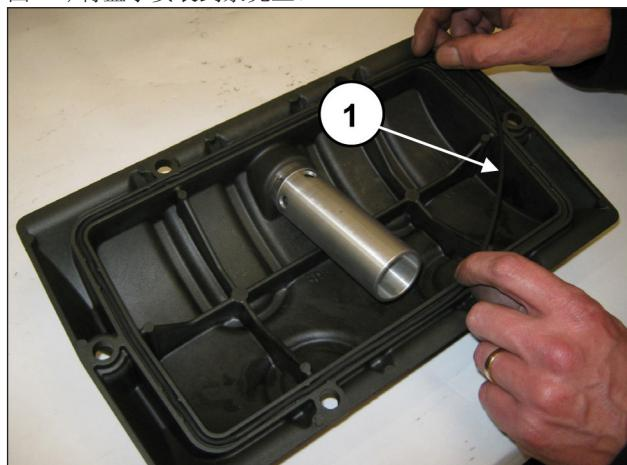
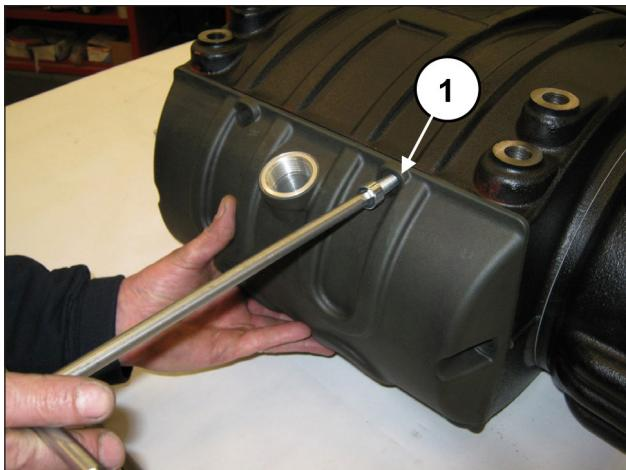

图 72
图 73
将O形圈插入后盖(①, 图 72)并使用6个M10x30螺栓(①, 图 73)将盖子安装到泵壳上。